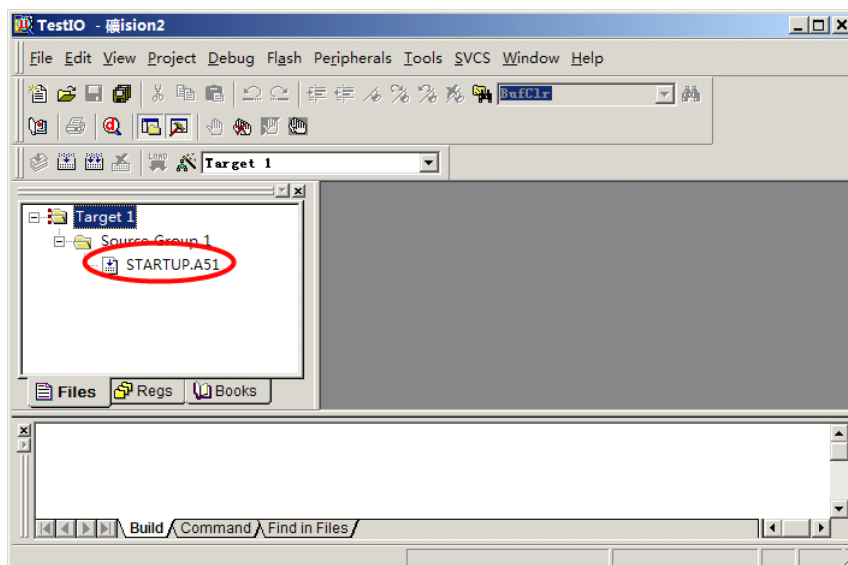

图 4-2-5
第五步：点击【是 (Y)】，然后开发环境自动为我们建立好一个包含启动代码项目的空文件，该启动代码为 STARTUP.A51，如图 4-2-5。